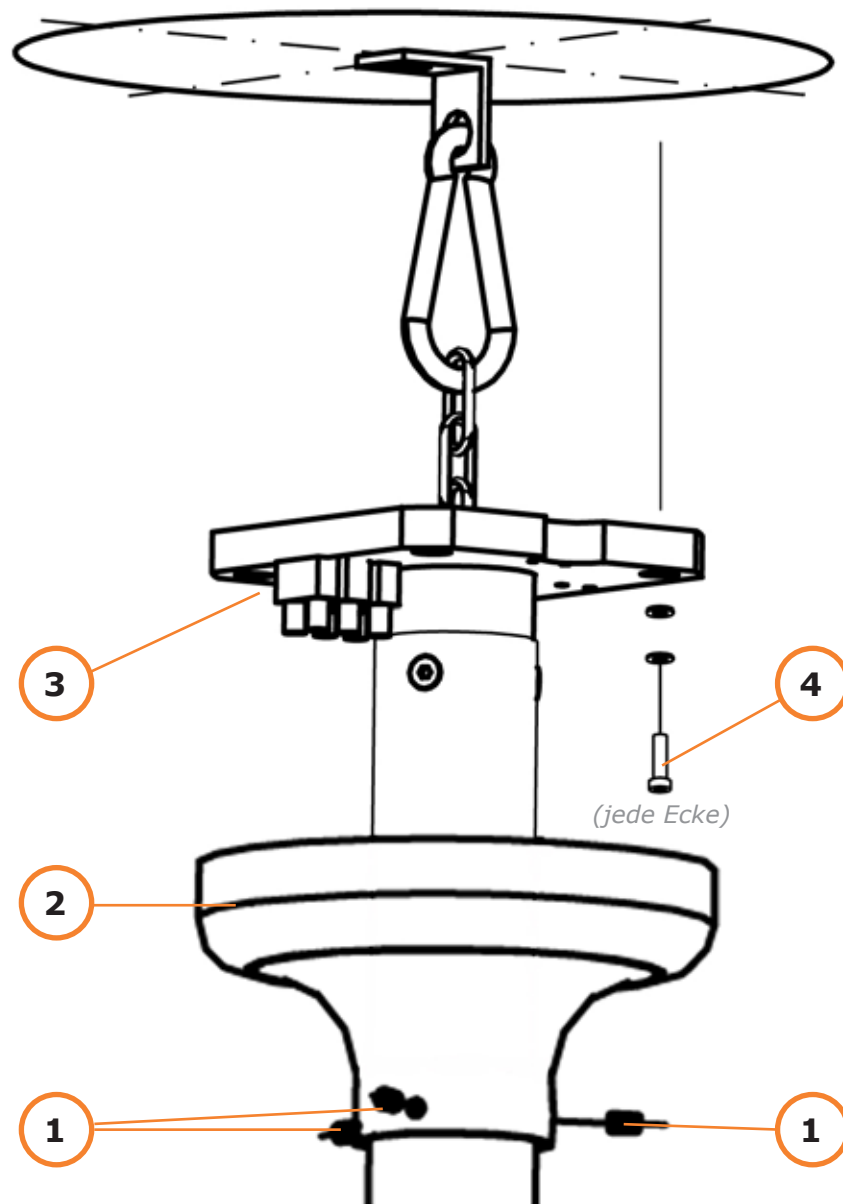
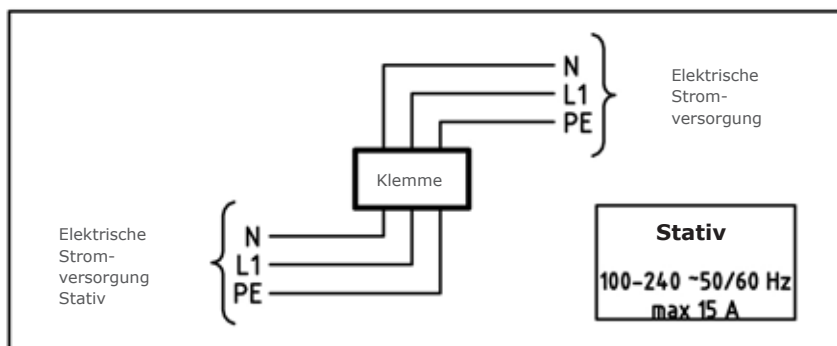

Abb. 15
Abb. 16
- 6.2.1 Lösen Sie die drei Gewindestifte (1/Abb. 15) des Baldachins (2/Abb. 15).
- 6.2.3 Befestigen Sie das Deckenstativ an der Decke unter Verwendung des vom Bauingenieur vorgegebenen Installationszubehörs (4/Abb. 15).
- 6.2.4 Erden Sie das Deckenstativ mit der mit einem Erdungssymbol markierten Schraube (3/Abb. 15). Schließen Sie die elektrische Verbindung zur Klemme gemäß Abb. 16 an, falls Strom benötigt wird.
- 6.2.6 Wenn die Installation des Deckenstativs abgeschlossen ist, schieben Sie den Baldachin vorsichtig nach oben, bis er an der Decke anliegt, und befestigen Sie ihn dann mit den Gewindestiften (1/Abb. 15).